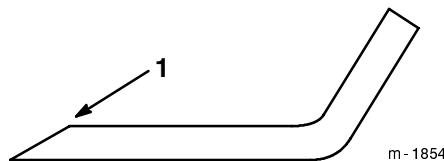

Figure 36
- Au moyen d'une lime, aiguissez les arêtes de coupe aux deux extrémités de la lame (Fig. 36) en veillant à conserver l'angle de coupe d'origine. Limez la même quantité de métal sur chacune des deux arêtes pour ne pas déséquilibrer la lame.